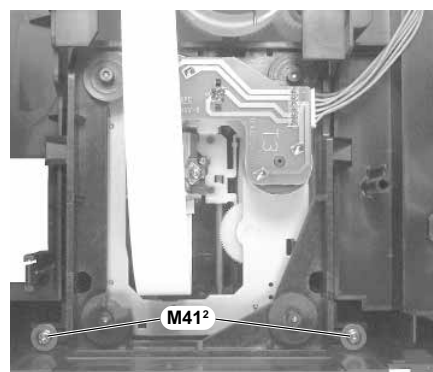

Fig. 20
- Die beiden Schrauben M412 (Fig. 20) auf der Unterseite heraus-schrauben und das CD-Laufwerk mit dem Laufwerkrahmen von unten herausnehmen.
- Undo the two screws M412 (Fig. 20) on the bottom and remove the CD drive mechanism together with the frame from the bottom.